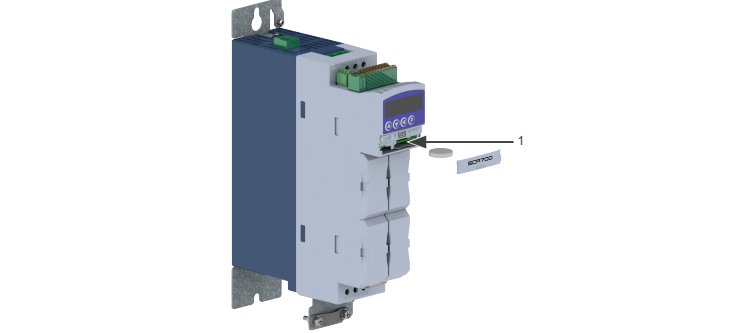

Figura 9.4: Localização da bateria tipo CR2032
2. Retirar a tampa do Slot 0 conforme Figura 9.4.